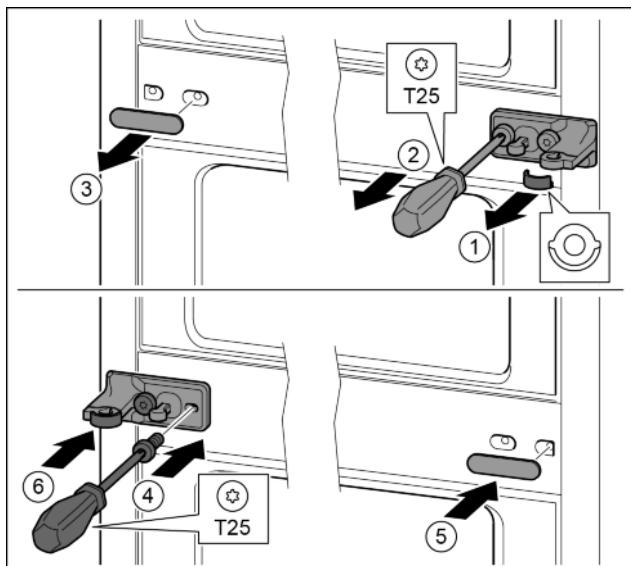

Fig. 13
- Снять шайбу. Fig. 13 (1)
- Выкрутить винты отверткой T25. Fig. 13 (2)
- Осторожно снять крышку. Fig. 13 (3)
- Плотно прикрутить опорный кронштейн с подкладкой с поворотом на 180° с другой стороны. Fig. 13 (4)
- Установить крышку с поворотом на 180° с другой стороны. Fig. 13 (5)
- Спереди надвинуть шайбу. Fig. 13 (6)